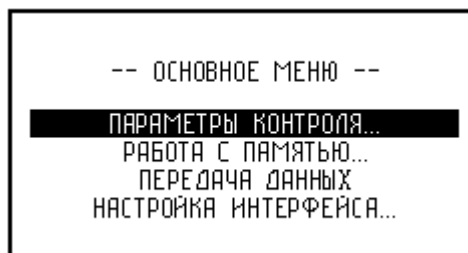

Рис.5.1 Основное меню дефектоскопа
5.5.1.2 Для входа в основное меню дефектоскопа однократно нажать кнопку «» МЕНЮ (рис.5.1).